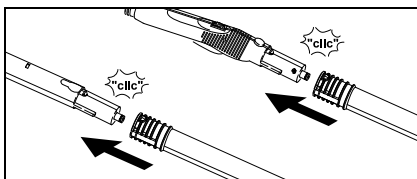

Fig. 7
- Se necessário utilizar os tubos de extensão (G1). Para isso montar um ou dois tubos de extensão na pistola de vapor (C1) (veja fig. 7). Empurar os acessórios necessários (D1, E1, F1, H1) para o extremo livre do tubo de extensão.